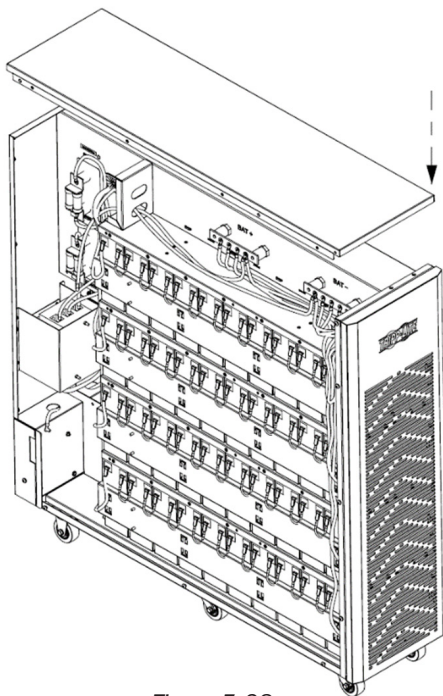

Figura 5-28
40. Vuelva a instalar la tapa superior (Figura 5-28).